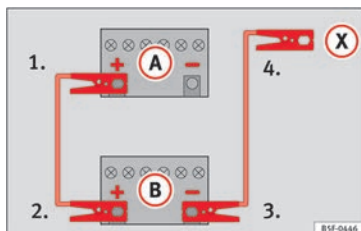

Fig. 77 Schéma de branchement pour les véhicules non équipés du système Start-Stop.
cule dont la batterie est déchargée (A) » » » fig. 77.
3. Raccordez l'autre extrémité du câble de démarrage rouge à la borne positive (+) du véhicule fournissant le courant (B).
4. Sur les véhicules sans système Start-Stop : raccordez une extrémité du câble d'urgence noir à la borne négative (-) du véhicule fournissant le courant (B) » » » fig. 77.